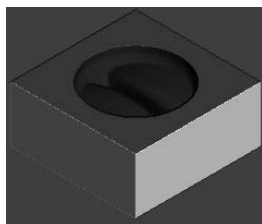

图 3-119 仿真加工结果
2) 在“仿真”工具栏的“当前刀具路径”下拉列表中选择要模拟的刀具路径 finish2，然后单击“执行”按钮，系统开始自动仿真加工，仿真加工结果如图 3-119 所示。